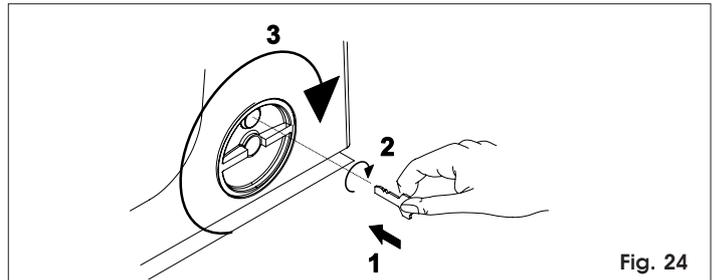

Fig. 24
- 1) Introduzca la llave en dotación en la cerradura y gírela en sentido horario como se indica en la Fig.24.
- 2) Gire el sistema de desbloqueo en sentido horario unos 180°, como se indica en la Fig.24.